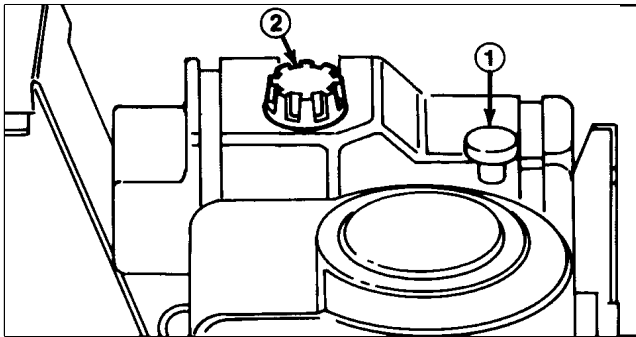

Abbildung 9
2. Den Ölmeßstab abschrauben und aus dem Füllstutzen entfernen (Abb. 9).
1. Den Bereich um den Füllstutzen reinigen, um ein Eindringen von Fremdkörpern in den Tank beim Entfernen des Tankdekels zu vermeiden (Abb. 9).